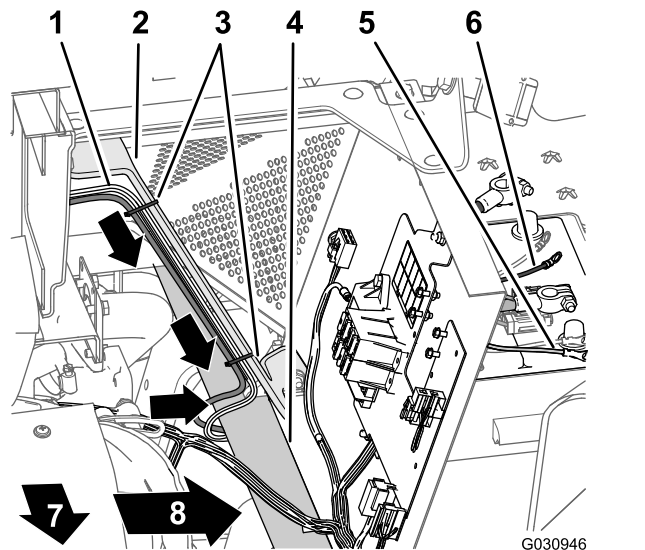

图 116
3. 向下沿着发动机挡板左支撑架并在左机架管的下方摆放 108cm 线束支管图 116。
4. 将 108cm 线束支管的 50A 保险丝和正、负极环形端子放到电池顶部图 116。